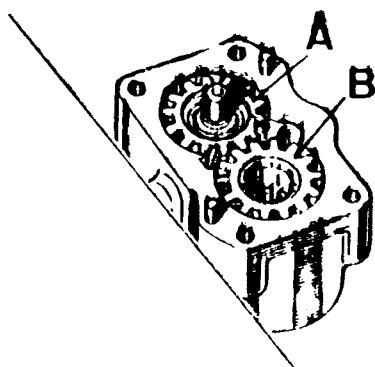

Fig. A3-76 Montaje de los engranajes de la bomba
- 2.1. Montar los engranajes, A y B (Fig. A3-76) sobre el cuerpo, C, de la bomba, dejando la superficie lisa del engranaje, B, hacia arriba.